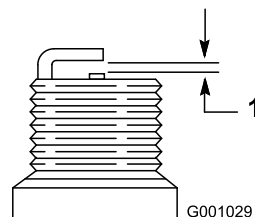

Рисунок 46
4. На новой свече установите зазор между электродами 0,76 мм, как показано на Рисунок 46.